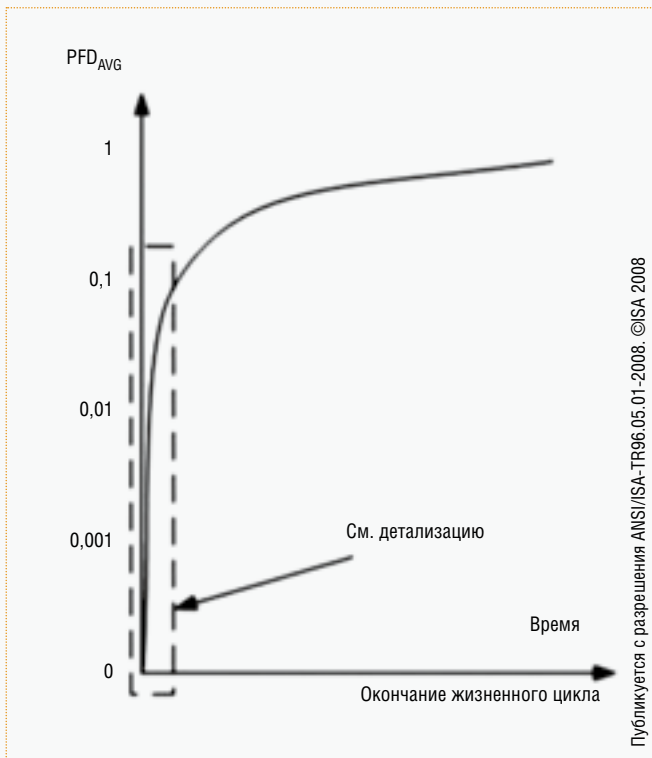
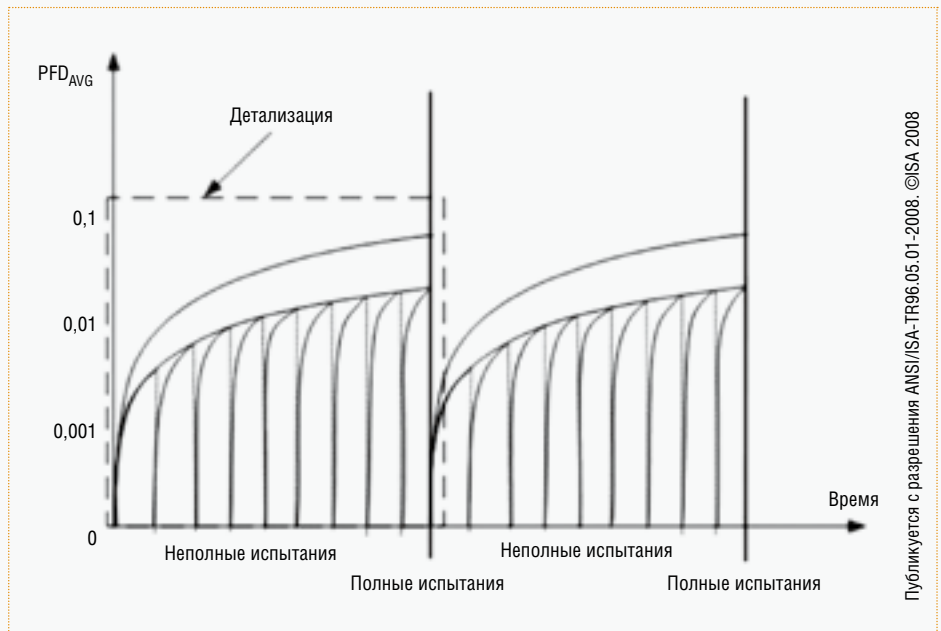

Рис. 1. Средняя Вероятность Отказа при Запросе (PFD_{AVG}) и график жизненного цикла арматуры
Рис. 2. Средняя Вероятность Отказа при Запросе (PFD_{AVG}) снижается благодаря испытанием неполного хода (PST) вкпе с испытаниями полного цикла
Для производителей и потребителей арматуры актуальна Средняя Вероятность Отказа при Запросе (PFD_{AVG}) Как показано на **рис. 1** и **2**, вероятность отказа резко растет вскоре после каждого испытания полного цикла. Видно, что испытания неполного хода арматуры существенно снижают среднюю вероятность отказа. Другими словами, неполный ход повышает уверенность в том, что система и арматура сработают, когда это будет нужно (**рис. 2**).
5. *International Society of Automation; ANSI/ISA-TR9605.01-2008, page 21; Figure 2 – Effect of partial testing on PFD_{AVG}.*